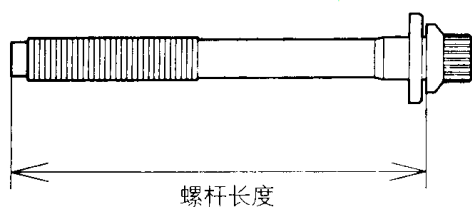

图 2-72 气缸盖螺栓长度
(5) 在安装气缸盖螺栓时一定要使用螺杆部分长度符合标准值要求的螺栓。气缸盖螺栓长度（图 2-72）应在 120.4mm 以内。如超出标准值则应予以更换。